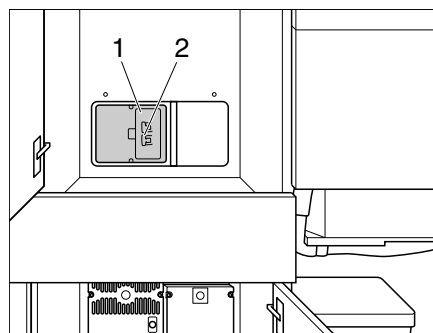

Bild 43 230-V-Sicherungsautomat
Das 230-Volt-Stromnetz (Außenanschluss) ist mit einem Sicherungsautomaten (Bild 43) ausgestattet. Dieser dient vor allem zum Leitungsschutz. Der Sicherungskasten befindet sich im Einbauschränk hinter einer Klappe. Der Sicherungsautomat springt bei Kurzschluss und bei Überlastung im Leitungsnetz an.
- Abdeckklappe (Bild 43,1) öffnen.
Der 230-V-Anschluss ist durch einen zweipoligen Sicherungsautomaten (Bild 43,2) abgesichert.
- ▷ Der FI-Schalter (Bild 43,2) für 230 Volt sollte einmal jährlich ausgelöst werden, damit der Mechanismus nicht „verklebt“ und sich die Auslösezeit nicht verlängert.